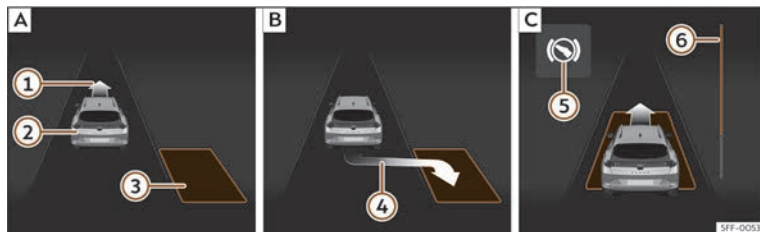
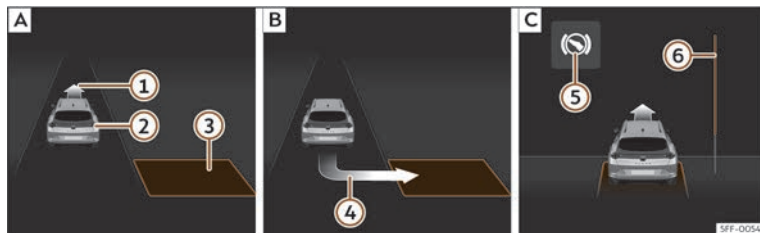

Fig. 192 Na pantalla do cadro de instrumentos: aparcar en liña. **[A]** Atopar un espazo de aparcamento. **[B]** Posición para aparcar. **[C]** Manobrar.
Fig. 193 Na pantalla do cadro de instrumentos: aparcar en batería. **[A]** Atopar un espazo de aparcamento. **[B]** Posición para aparcar. **[C]** Manobrar.
- Mire na visualización da pantalla do cadro de instrumentos se detecta o espazo como “axeitado” e se alcanzou a posición correcta para aparcar» **fig. 192 [B]** ou» **fig. 193 [B]**. O espazo considerase “axeitado” se na
• Retroceda ata que soe o sinal continuo do ParkPilot; **OU BEN:** retroceda ata que na pantalla do cadro de instrumentos apareza a indicación de dar marcha adiante»» fig. 192 [C] ou»» fig. 193 [C]; **OU BEN:** retroceda ata que na pantalla do cadro de instrumentos apareza a mensaxe **Park Assist finalizado**. A barra de progreso [6] indica a distancia a percorrer»» páx. 291.
• Vaia marcha adiante ata que soe o sinal continuo do ParkPilot; **OU BEN:** vaia marcha adiante ata que na pantalla do cadro de instrumentos apareza a indicación de dar marcha atrás. O sistema de aparcamento asistido dirixe o vehículo marcha adiante e marcha atrás ata centralo no espazo»» fig. 192 [C] ou»» fig. 193 [C].
A barra de progreso »» fig. 192 [6] e»» fig. 193 [6] amosa simbolicamente na pantalla do cadro de instrumentos a distancia relativa que aínda se vai percorrer. Canto maior sexa a distancia, máis chea está a barra de progreso. Ao circular marcha adiante, o contido da barra de progreso diminúe cara arriba e, ao circular marcha atrás, diminúe cara abaixo.